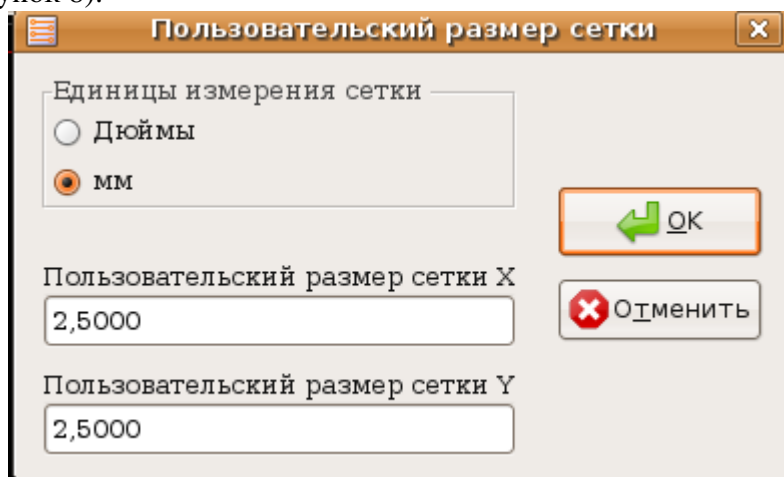

Рисунок 8- Пользовательский размер сетки
2. Установить единицу измерений мм, выбрав на левой панели пиктограмму  и установив пользовательский размер сетки Dimensions — Пользовательский размер сетки (рисунок 8).